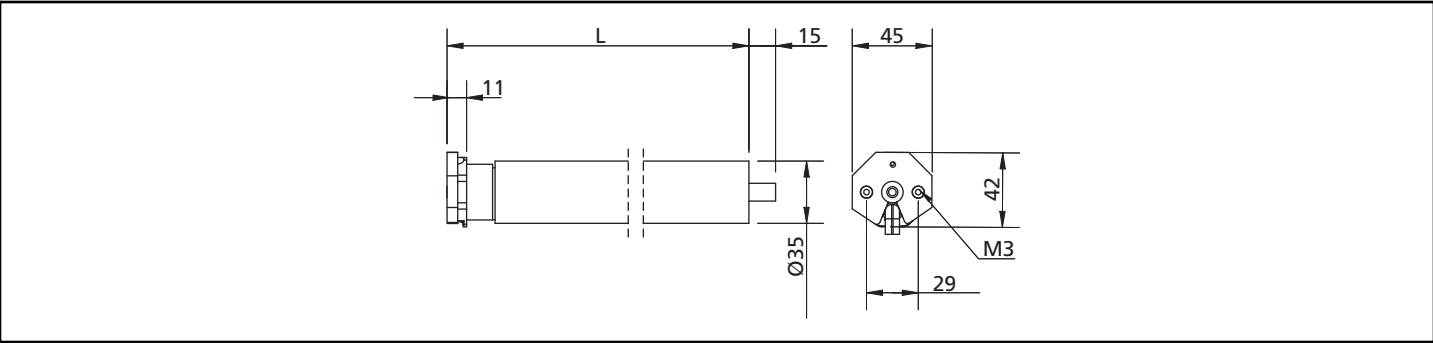

Fig.1
3. Inserire la corona **A** sulla ghiera **B** del finecorsa (fig.1).
4. Inserire la puleggia **C** sul perno del motore **D** (fig.1).